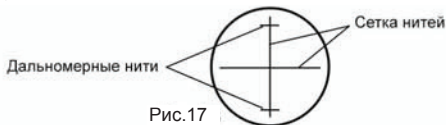

Рис.17
1) Наведитесь на рейку и посчитайте количество сантиметровых делений φ между двумя дальномерными нитями (Рис.17).